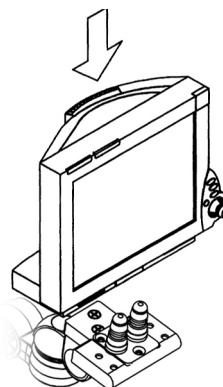

Figure 3
2. Placez le moniteur sur l'étrier de montage (**Figure 3**).